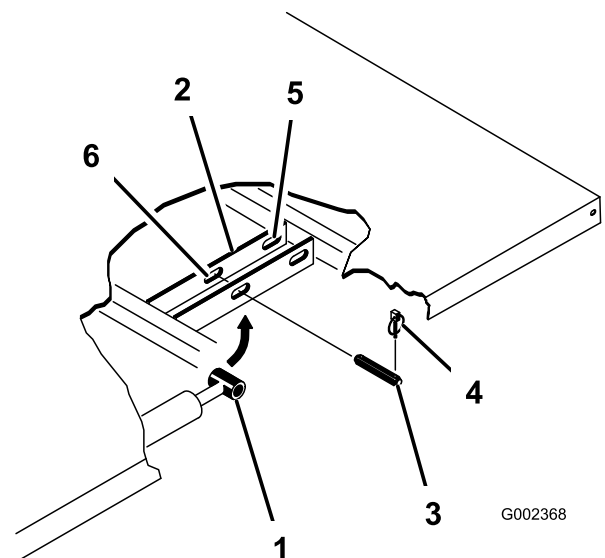

Figura 3
4. Retire os pinos de sujeição das extremidades exteriores dos pinos de forquilha da haste do cilindro (**Figura 3**).
- Retire os pinos de forquilha que prendem as extremidades da haste do cilindro nas placas de montagem da caixa empurrando os pinos para dentro (Figura 3).